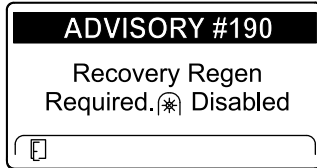

Figure 23
- ADVISORY #190 (avis n° 190), demande de régénération d'urgence – prise de force désactivée, affiché (Figure 23)